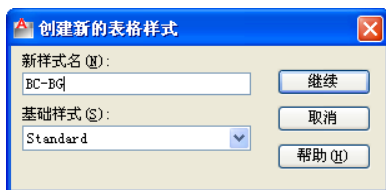

图 7-30 “创建新的表格样式”对话框
(2) 在菜单栏中选择“格式”→“表格样式”命令，或者在功能区“常用”选项卡的“注释”面板中单击“表格样式”按钮, 打开“表格样式”对话框。
(3) 在“表格样式”对话框中单击“新建”按钮,弹出“创建新的表格样式”对话框,输入新样式名为“BC-BG”,如图7-30所示,单击“继续”按钮。